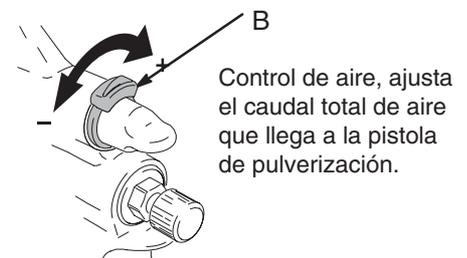

Fig. 5
5. La válvula de control de aire (B) situada al extremo de la pistola controla el aire de atomización y la presión en el recipiente de la pistola de pulverización. Vea la Fig. 5. Ajuste la válvula de control de aire según sea necesario.